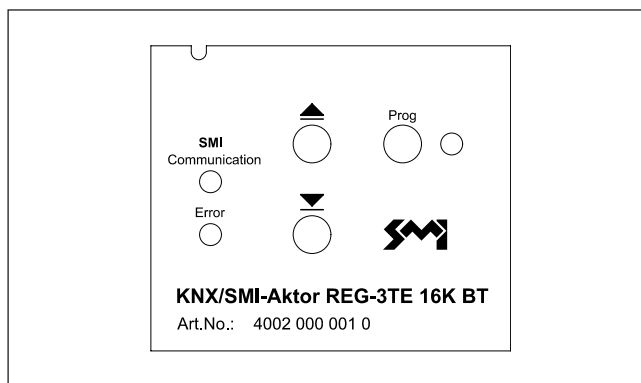

Abb. 3 Abdeckplatte
Nach Abschluss der Montagearbeiten und dem Anlegen der Versorgungsspannungen kann der korrekte Anschluss über das Tastenfeld der manuellen Vorrangbedienung unter der Abdeckblende (Broadcast-Taster Hoch/Tief alle Antriebe) getestet werden (Abb. 3). Eine detaillierte Beschreibung zur weiteren Inbetriebnahme finden Sie im Software-Handbuch (Art.-Nr. 4002 630 010 0).
Hierfür steht sowohl in der App als auch auf dem Tastenfeld eine Prog-Taste zur Programmierung und eine Anzeige-LED zur Verfügung (siehe Abb. 3).
- Drücken Sie die Programmierertaste in der App oder am Gerät (Abb. 3), um das Gerät in den Programmiermodus zu versetzen. Bei aktiviertem Programmiermodus leuchtet die rote LED. Die Programmierung erfolgt durch die ETS am PC. Diese Software beendet den Programmiermodus automatisch. Die rote LED erlischt.